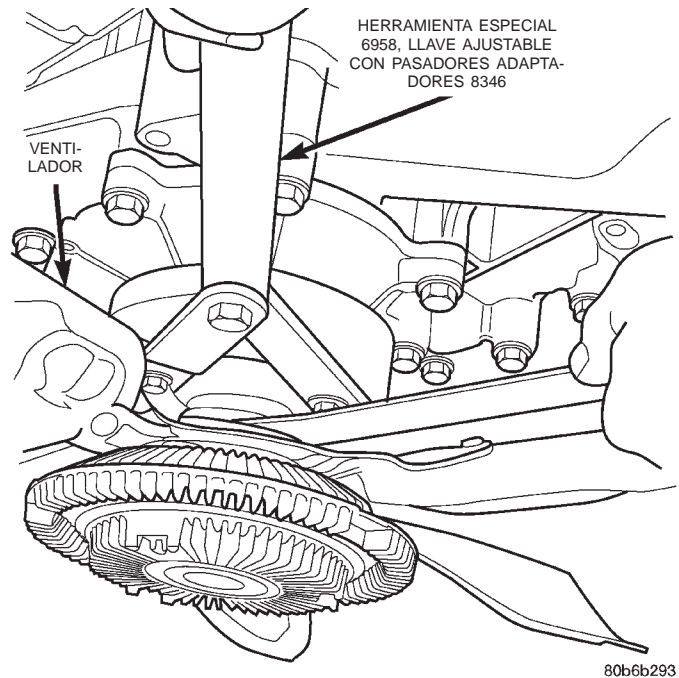

Fig. 41 Ventilador de transmisión viscosa, motor 4.7L
- (1) Con la llave ajustable, herramienta especial 6958 y los adaptadores 8346, retire el ventilador de transmisión viscosa de la bomba de agua (Fig. 41).
- (2) Coloque cuidadosamente el ventilador en la cubierta.
- (3) Desconecte el conector eléctrico del ventilador eléctrico y luego desconecte el conector de la cubierta.
- (2) Instale los pernos de instalación en la cubierta
- (3) Conecte el conector eléctrico en la cubierta y luego conecte el conector al conector del ventilador eléctrico.
- (4) Instale el ventilador de transmisión viscosa en la bomba de agua. Con la llave ajustable, herramienta especial 6958 y los adaptadores 8346, apriete el ventilador de transmisión viscosa en la bomba de agua (Fig. 41)